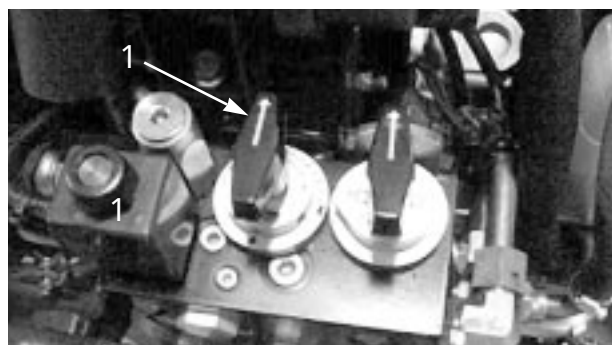

図 37
2. リール速度コントロールノブ（図37）をその番号にセットする。